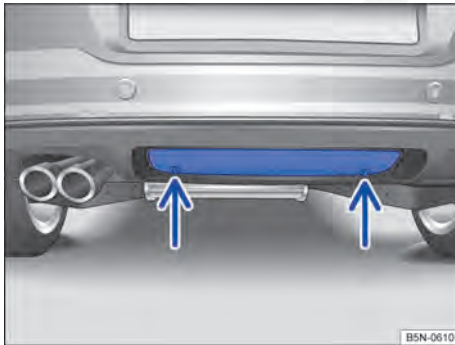

Fig. 111 Para-choque traseiro: cobertura do dispositivo de reboque (R-Line).
No para-choque R-Line, a rótula de engate giratória mecanicamente encontra-se atrás de uma cobertura ⇒ Fig. 111.
- Para destravar, girar ambos os parafusos de fechamento ⇒ Fig. 111 (seta) de 90° no sentido anti-horário.